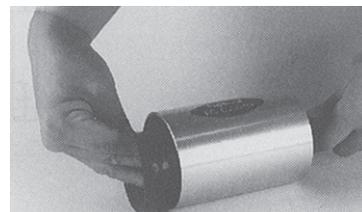

Fig.39
b) ピストン頭部にBFダイヤフラムRの凹部を被せる。この際、ピストン頭部とBFダイヤフラムRの間のすき間(空気) があるべく残らない様にして下さい。(Fig.39)